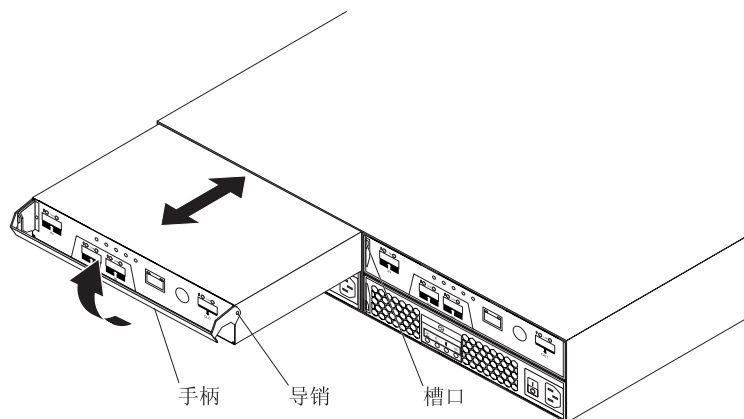

图 53. 卸下控制器
- 从机架中缓缓拉出手柄，将控制器从托架中卸下，如图 53 所示。